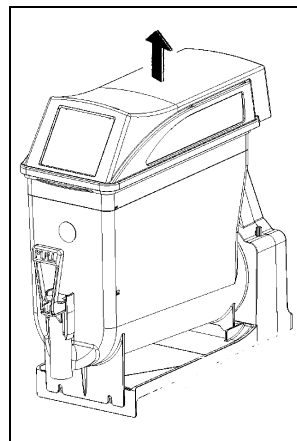

Fig. 17
- Rimuovere il coperchio principale (fig.17).